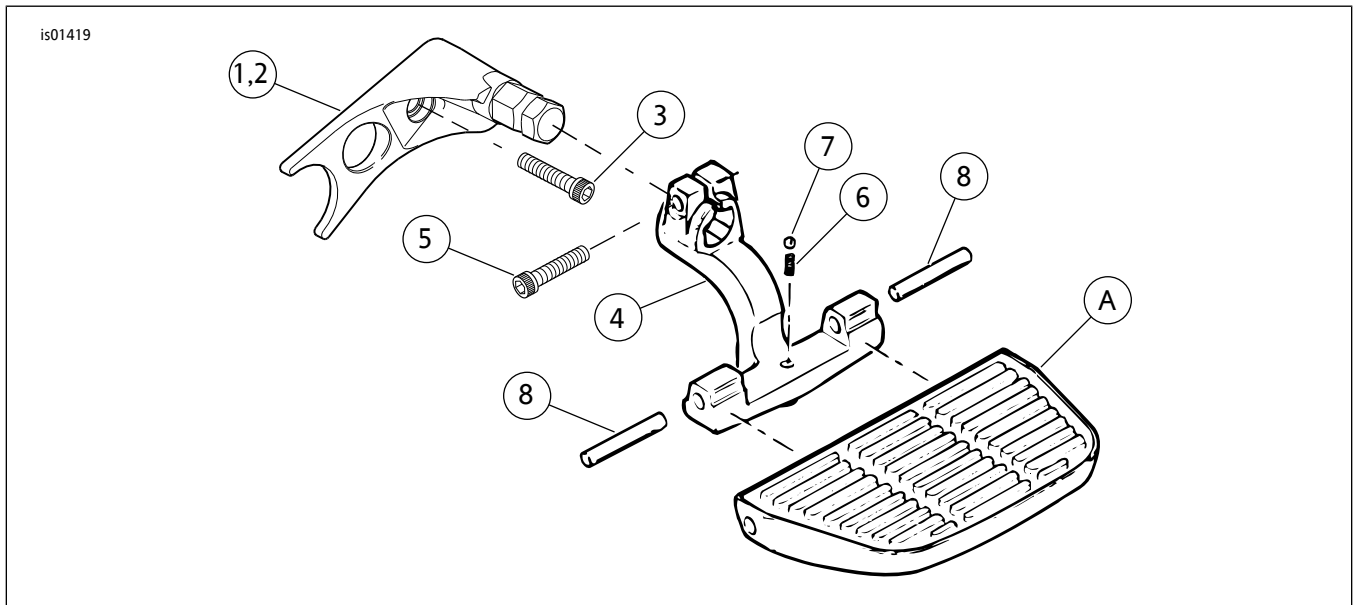

图1. 维修零件: 软尾车型乘客脚踏板支架套件
参见图1和表1。
1. 参见图1。安装脚踏板底架(1)和(2),方法如下: